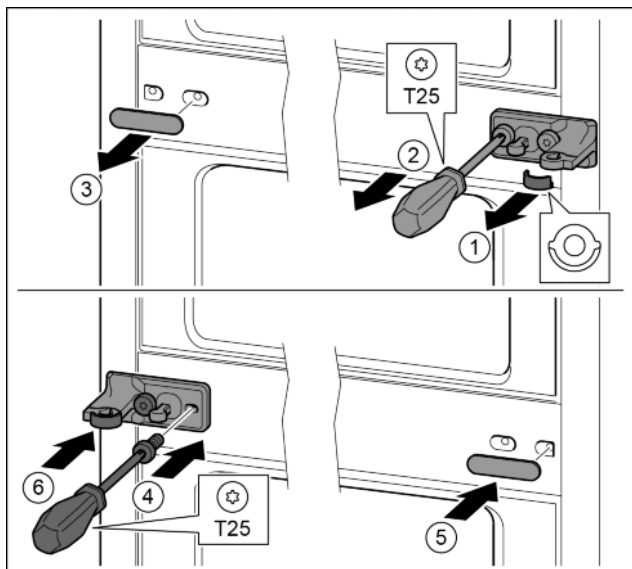

Fig. 32
- ▶ Снять шайбу. *Fig. 32 (1)*
- ▶ Выкрутить винты отверткой T25. *Fig. 32 (2)*
- ▶ Осторожно снять крышку. *Fig. 32 (3)*
- ▶ Плотно прикрутить опорный кронштейн с подкладкой с поворотом на 180° с другой стороны. *Fig. 32 (4)*
- ▶ Установить крышку с поворотом на 180° с другой стороны. *Fig. 32 (5)*
- ▶ Спереди надвинуть шайбу. *Fig. 32 (6)*